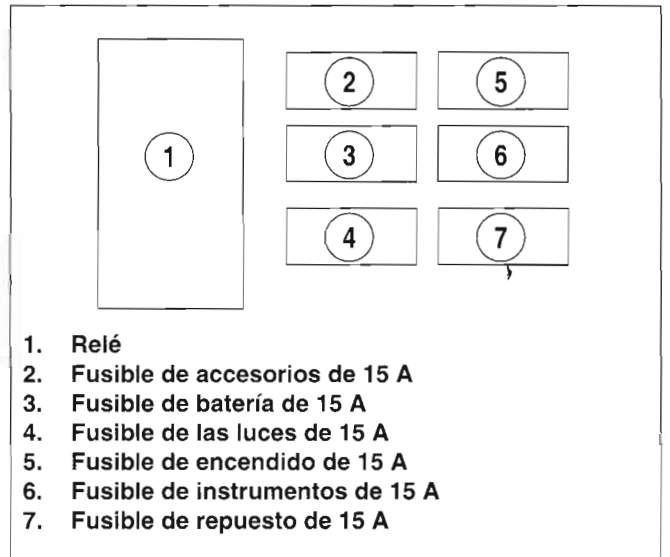

Figura 57. Bloque de fusibles
3. Vea la Figura 57. Levante el pestillo del seguro del bloque de fusibles para retirar el bloque.